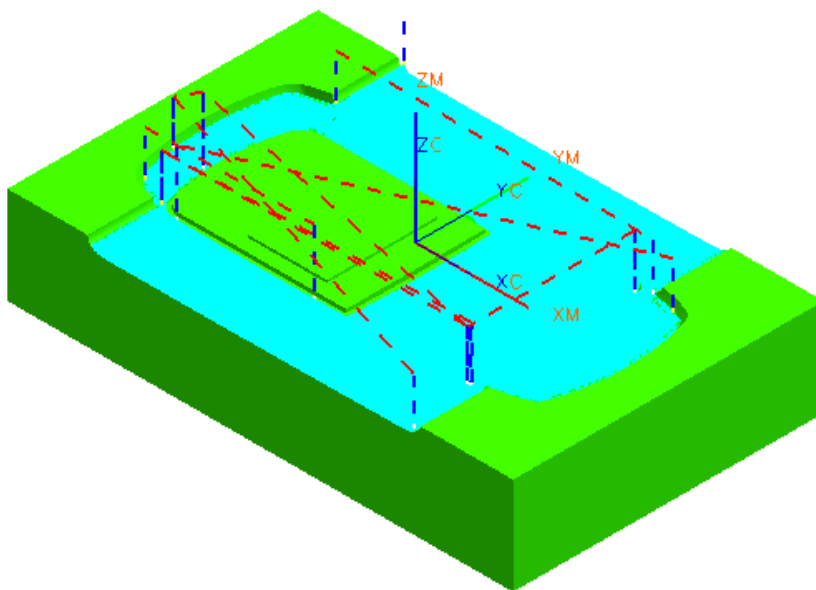

图 9-209
- 单击 , 生成如图 9-209 所示的刀轨, 单击 O K。